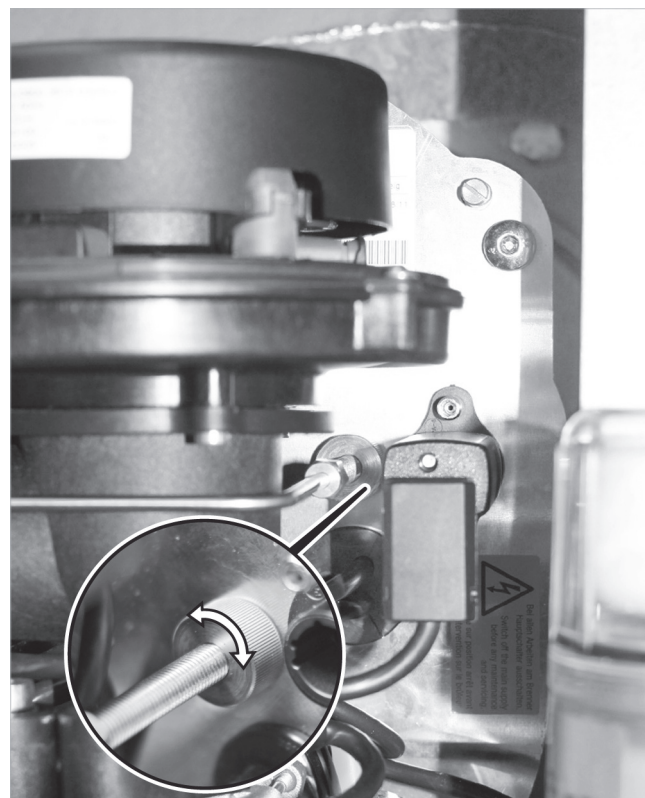

Fig. 38: Tuerca moleteada (conexión tubería de gasóleo/portatoberas)
5. Gire la tuerca moleteada del portatoberas (véase → *fig. 38, pág.23*) dando aprox. 2 vueltas en sentido no horario (el portatoberas se moverá "hacia atrás").
1. En la conexión de la tubería de gasóleo al portatoberas se encuentra una tuerca moleteada delante de la placa base del quemador (→ fig. 38). Con ella es posible desplazar todo el dispositivo de mezcla hacia delante o hacia atrás. La tuerca moleteada se puede desplazar hasta un punto determinado (tope del dispositivo de medición en el tubo de llamas). Ajuste la tuerca moleteada de modo que el dispositivo de mezcla esté en contacto con el tope.